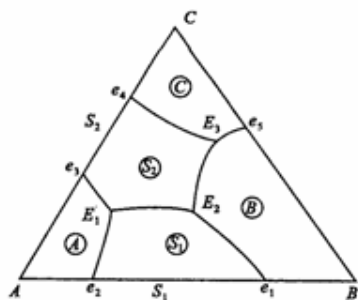

图6-15
6-27 图6-15为生成2个一致熔融二元化合物的三元系统，据图回答下列问题：(1) 可将其划分为几个副三角形？(2) 标出图中各边界及相区界线上温度下降方向。(3) 判断各无变量点的性质，并写出相平衡关系式。